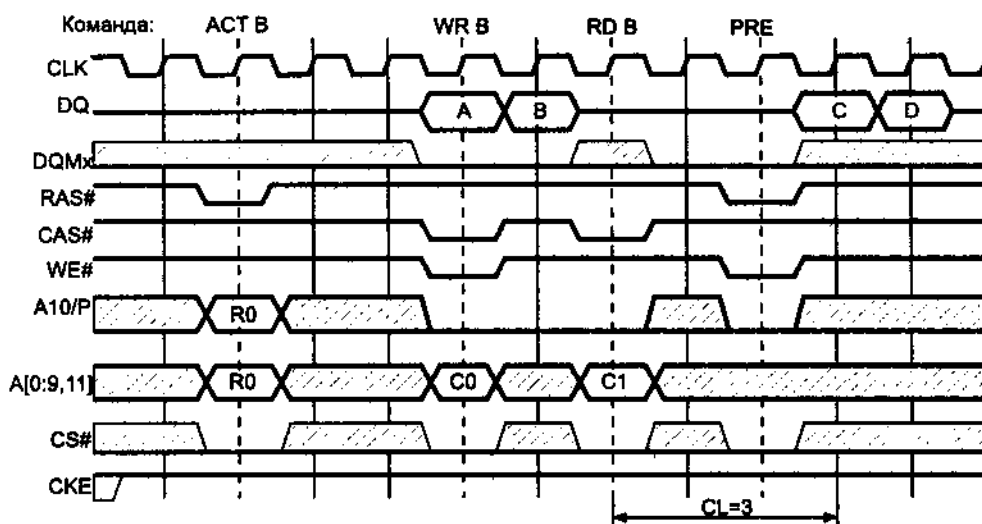

Рис. 8.9. Временные диаграммы пакетных циклов SDRAM: A и B - данные для записи по адресу R0/C0 и R0/C0+1, C и D - данные, считанные по адресу R0/C1 и R0/C1+1
Данные для первой передачи *пакета записи* устанавливаются вместе с командой *wr*. В следующих тактах подаются данные для остальных передач пакета. Первые данные *пакета чтения* появляются на шине через определенное количество тактов после команды. Это число, называемое *CAS Latency (CL)*, определяется временем доступа  $T_{CAS}$  и тактовой частотой. Остальные данные пакета выдаются в последующих тактах. Временные диаграммы работы SDRAM приведены на рис. 8.9. Здесь показана команда записи *wr*, за которой следует команда чтения *rd* той же страницы, предварительно открытой командой *ast*. Далее страница закрывается командой *pre*. Длина пакета 2,  $CL = 3$ .